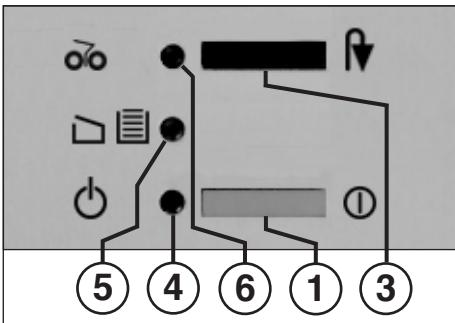

Fig. 1
#### 1 = Tryckknapp (Fig. 1)
#### 3 = Tryckknapp „Backa“ (Fig. 1)
#### 4 = Kontrollampa „Driftsklar“ (Fig. 1)
„Behållaren full“ / „Dörren öppen“ (Fig. 1)
##### „Pappersstockning“ (Fig. 1)
- Slå på strömmen med tryckknappen (1) (Fig. 1). Kontrollampen (4) (Fig. 1) tänds.
När uppsamlingsäcken är full stannar maskinen. Kontrollampen ”Uppsamlingsäcken full“ (5) (fig. 1) tänds. Töm enligt följande:
- Skjut in skjutramen med uppsamlingsäsen och stäng dörren. Kontrollindikeringen (5) släcknar (Fig. 1).
Kom ihåg att koppla ifrån apparaten för natten. (Tryck på tryckknappen (1) (Fig. 1)).
- Kontrollindikeringen (6) tänds (Fig. 1).
- Tryck på knappen för bakåtkörning (3) och släpp upp den (Fig. 1).
- Kontrollindikeringen (6) släcknar (Fig. 1).
Om motorn överbelastas stängs den av. Koppla från maskinen med tryckknappen (1) (Fig. 1). Låt den svalna i 15-20 minuter, beroende på rumstemperaturen. Sedan kan den startas igen.